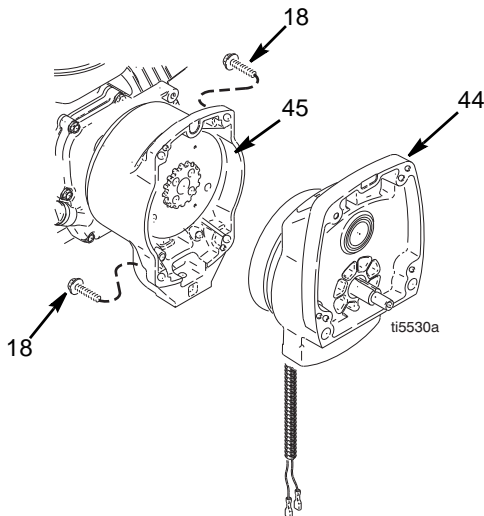
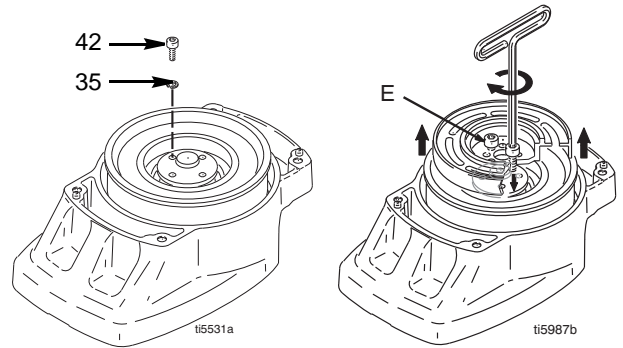

FIG. 4
FIG. 5
4. FIG. 4. Skruva bort fyra skruvar (18) och pinjongen (44).
5. FIG. 5. Ställ pinjongen (44) på en bänk med rotorsidan uppåt.
6. Skruva bort fyra bultarna (42) och låsbrickorna (35). Skruva in två av skruvarna i rotorns gängade hål (E). Dra omväxlande åt skruvarna tills rotorn lossnar.
9. FIG. 5. Ställ pinjongen på bänken med rotorsidan vänd uppåt.
10. Stryk på Loctite på skruvarna. Skruva i fyra skruvar (42) och låsbrickor (35). Dra åt skruvarna växelvis till 14 N.m. tills rotorn sitter fast. Håll i rotorn med hjälp av de gängade hålen.
11. FIG. 4. Montera pinjongen (44) med fyra skruvar (18).